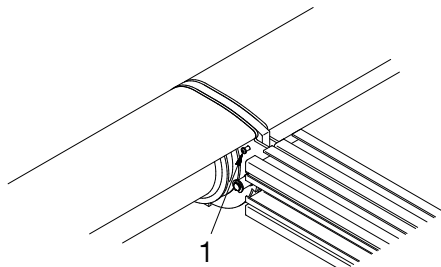

Abb. 28: Verbindungsschraube
- » Nehmen Sie das Blendenunterteil (1 – Abb. 28) und hängen Sie dieses in die Stützbügel (2 – Abb. 28) ein. Drücken Sie die Gleitschalen (4 – Abb. 28) dabei nach hinten.
- » Klappen Sie das Blendenunterteil hoch und verschrauben Sie dieses dann von unten (3 – Abb. 28) mit Senkknopfschrauben M4x6 TX20 (im Endmontage-Set 2 – Abb. 16)
- » Clipsen Sie die Gleitschalen (4 – Abb. 28) in die Nut des Unterteils ein.